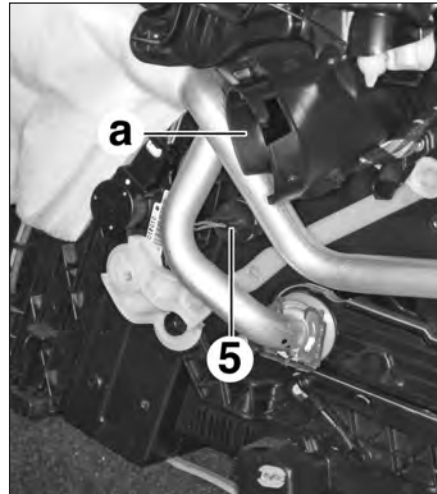

FIG. 13
- Dégrafer la garniture latérale gauche (4) dans le sens de la flèche.
- le conduit d'air en (a) de plancher avant gauche en effectuant un quart de tour (Fig.13),
- la sonde évaporateur (5) en la tournant d'un quart de tour dans le sens antihoraire.